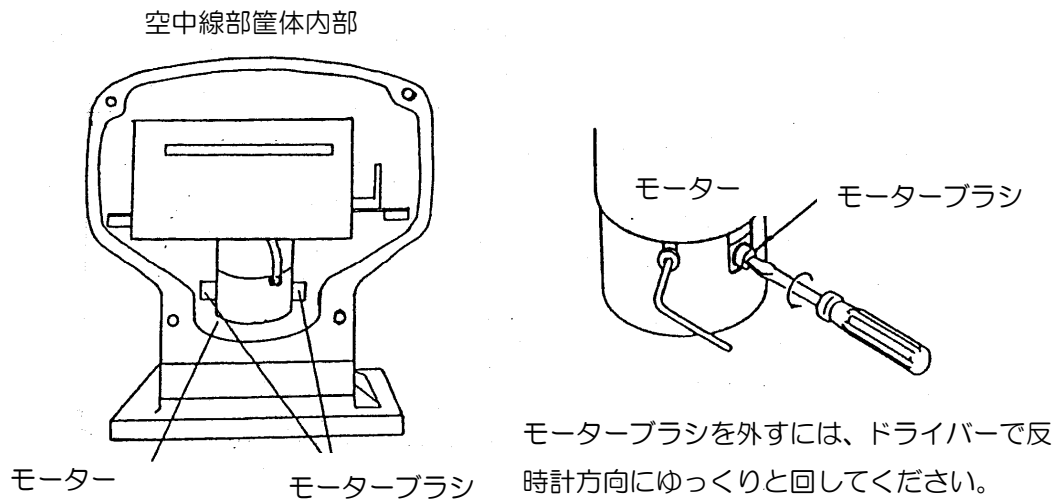

図 7.2 モーターブラシの交換
- (1) 取り付けねじを緩めて、空中線部船首方向側のカバーを外して下さい。筐体内部の下側に、アンテナ駆動モーターが見えます。
- (2) 図 7.2 を参照して、マイナスドライバーを使ってモーターブラシを外して下さい。
- (3) ドライバーをブラシ部の溝に差し込み、反時計方向にゆっくりと回して下さい。必ず両側のブラシ共、交換して下さい。
- (4) 新品のブラシを差し込み、逆の手順でブラシを取り付けてください。